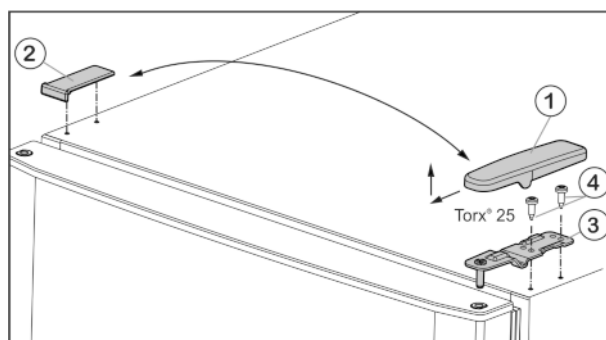

Fig. 4
- Потяните крышку Fig. 4 (1) вперед и вверх.
- Снимите крышку Fig. 4 (2).
- Открутите верхний опорный кронштейн Fig. 4 (3) (2 шт. Torx® 25) Fig. 4 (4) и вытяните вверх.
- ▶ Установите верхний опорный кронштейн Fig. 4 (3) на новой стороне шарнира и защелкните в дверце.
- ▶ Привинтите верхний опорный кронштейн (с моментом 4 Нм) (2 шт. Torx® 25) Fig. 4 (4). При необходимости используйте аккумуляторный шуруповерт.
- ▶ Наденьте и защелкните крышку Fig. 4 (1) на противоположной стороне снаружи.
- ▶ Также наденьте сверху и защелкните крышку Fig. 4 (2) на противоположной стороне.